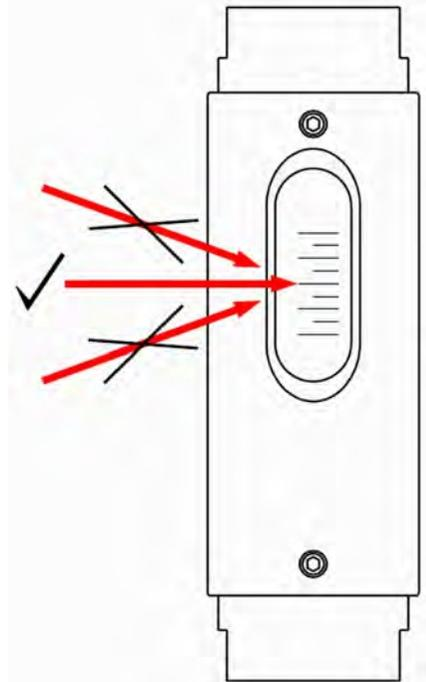

Abb. 33: Messskala ablesen
2. ➔ Geradeaus auf die Messskala blicken (Abb. 33, mittlerer Pfeil). Durch einen Blickwinkel von oben oder unten kann der Ablesewert verfälscht werden